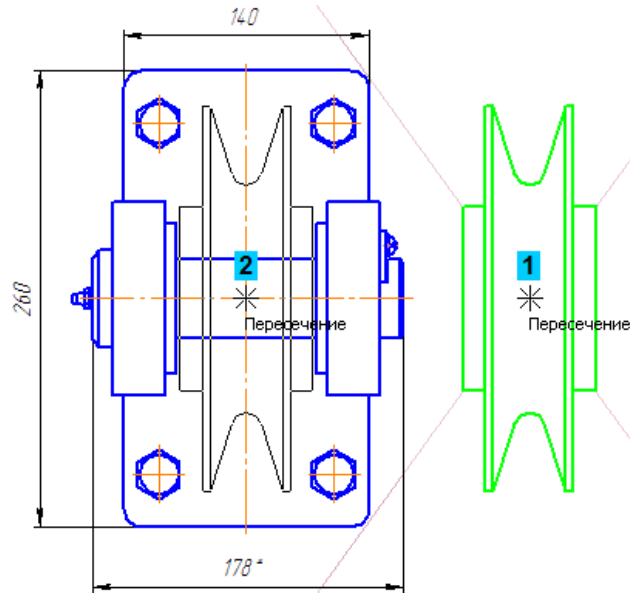

Рисунок 12.
- С помощью привязки Пересечение укажите точку центра Ролика в качестве базовой точки сдвига (точка 1) (рис. 12).